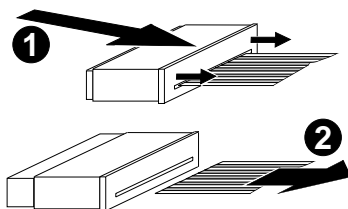

Fig. 8
- Flexprinthalter öffnen ⑤ (Fig. 8).
- Flexprint aus dem Flexprinthalter ziehen ⑥ (Fig. 8).
- Open the flexprint holder ⑤ (Fig. 8).
- Pull the flexprint out of its holder ⑥ (Fig. 8).